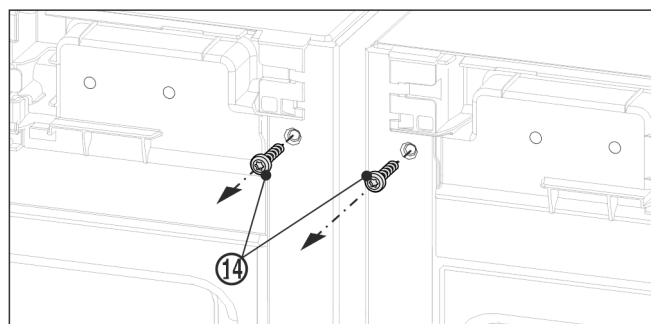

Fig. 11
- ▶ Vor der Montage des oberen Winkels, beide Erdungsschrauben Fig. 11 (14) herausdrehen.